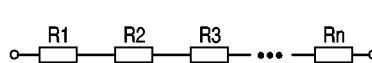

рис. 5
1. Сопротивление двух и более последовательно соединенных резисторов равно сумме их сопротивлений (**рис. 5**).